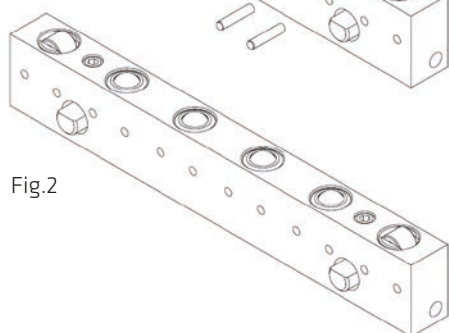

Fig.2
Esempio: (fig. 2) ROTOBILLE dotati di modulo a rulli alle estremità, al fine di migliorare il posizionamento dello stampo ed evitare di segnarlo.
- Tipo BL (fig. 2): fissaggio rapido attraverso lardone di fissaggio laterale per ogni tipo di cava.